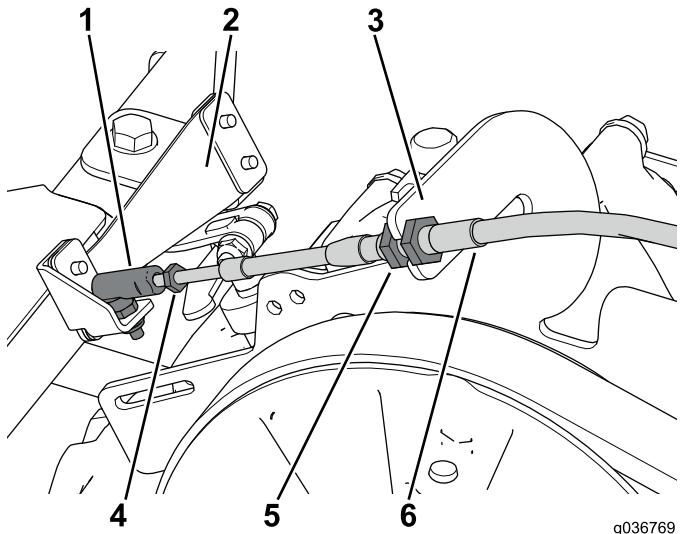

Рисунок 35
- Наверните соединитель с шаровым шарниром в сборе на трос переключения передач и закрепите его на рычаге переключения передач в сборе (Рисунок 35).